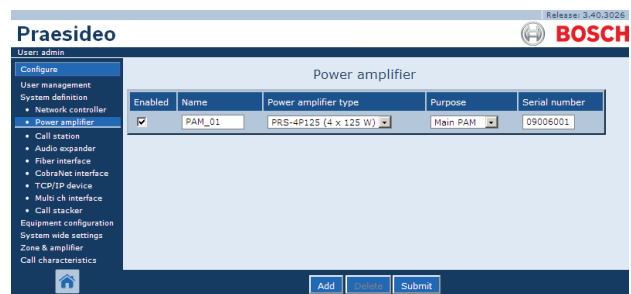

Abbildung 42.11: Endstufe löschen, Schritt 5
- 5 Klicken Sie auf die Schaltfläche *OK*, um die Popup-Meldung zu bestätigen. Im Main Frame der webbasierten Benutzeroberfläche wird ein Bildschirm angezeigt, der dem in Abbildung 42.11 gleicht. Die gelöschte Endstufe wird in nicht länger in der Tabelle angezeigt.